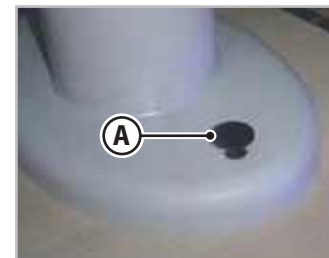

Fig.6.21 - Pied télescopique
1. Appuyer avec le pied sur le bouton (**A** - Fig.6.21) situé à la base de la table.